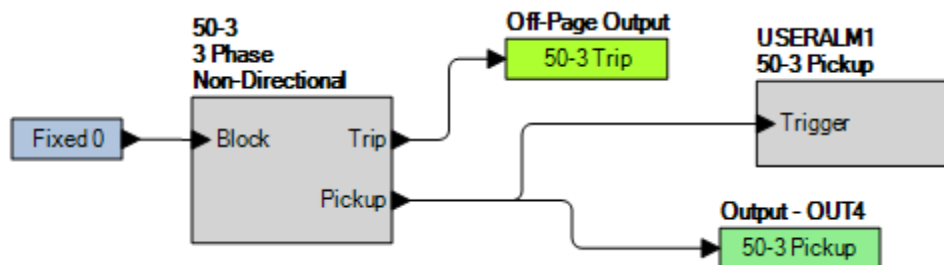

Figure 20. OUT4 et USERALM1 avec les désignations définies par l'utilisateur
Step 15: La Figure 20 illustre les désignations définies par l'utilisateur pour OUT4 et USERALM1, auxquels un nom a été donné dans les étapes 13 et 14.